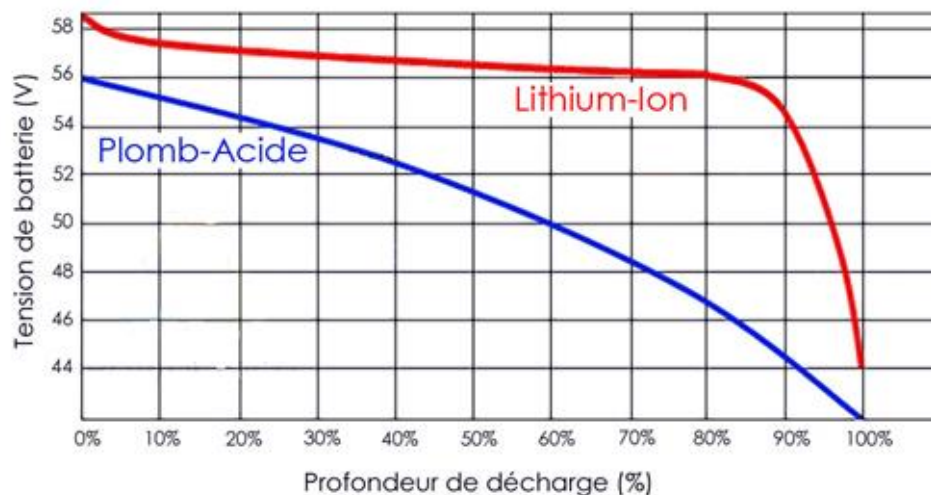

Figure 10 : courbe de décharge - Lithium-Ion vs Plombs Acide
Les courbes de la figure 10 indiquent la valeur de la tension de la batterie en fonction de la profondeur de décharge.
**Question II-4** Déterminer, à l'aide du diagramme de définition de blocs (figure 3) et de la figure 10, les niveaux de tension batterie correspondant aux seuils suivant :